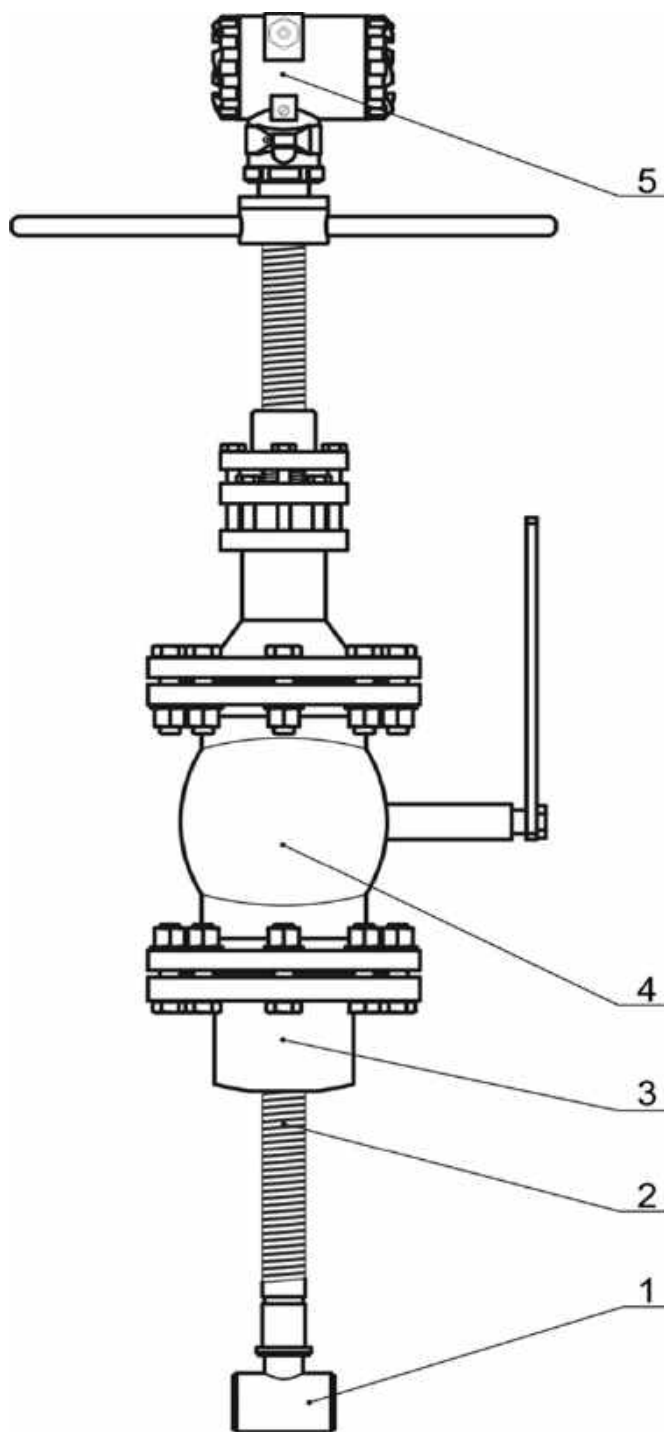

Рисунок 1. Устройство погружного преобразователя расхода
Погружной расходомер (см. рисунок 1) состоит из датчика (1), штанги (2), приварного патрубка (3), шарового крана (4) и электронного блока (5). Датчик конструктивно выполнен как проточный вихревой расходомер и измеряет скорость потока в одной точке. В трубопроводах диаметром 300...800 мм датчик помещается в центр трубы.